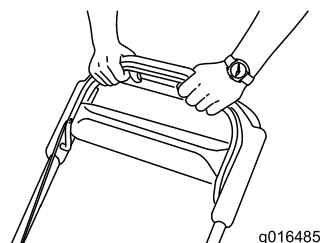

Figura 24
3. Sujete la barra de control de las cuchillas contra el manillar (Figura 24).